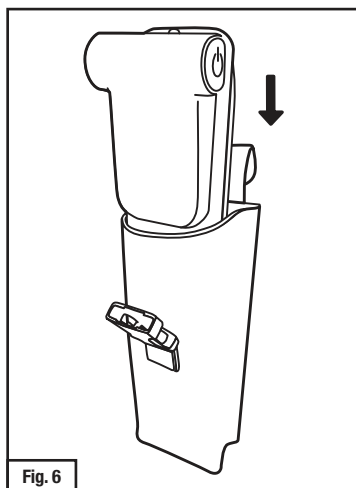

Fig. 6
5. On peut porter l'étui de grand rendement d'un côté ou de l'autre de la ceinture. Si on choisit de porter l'étui sur le côté **droit** de la ceinture, faire glisser l'adaptateur TR-659 doté du bloc-piles dans l'étui de grand rendement TR-656 en s'assurant que le côté du bloc-piles fait face à la boucle de ceinture (arrière) de l'étui (Fig. 6).